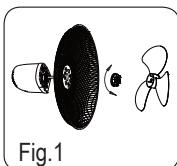

Fig.1
3. (Fig. 1). Retirez le cône et l'écrou en plastique en tournant le cône dans le sens horaire (ou retirez le cône du sac) et tournez l'écrou en plastique dans le sens antihoraire.